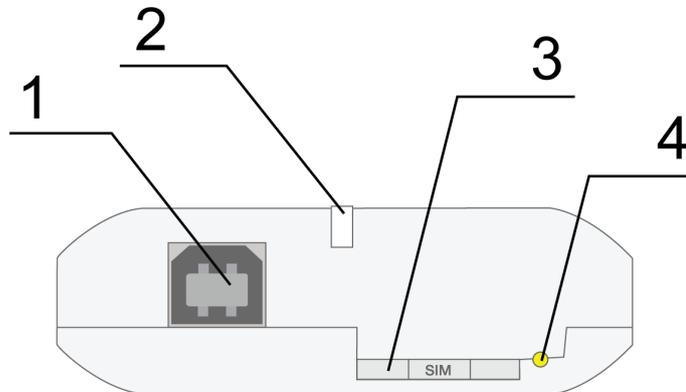
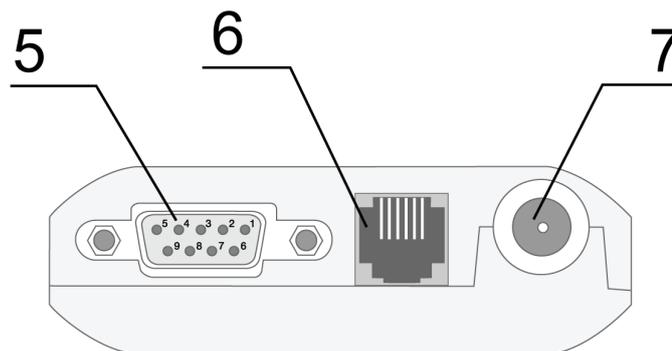

Рис. 2.1. Вид спереди
Рис. 2.2. Вид сзади
Модем TU31 представляет собой компактное устройство в пластиковом корпусе. Внешний вид представлен на рис. 2.1 и рис. 2.2.
- достать SIM-лоток, нажав кнопку выталкивателя SIM-лотка (рис. 2.1);